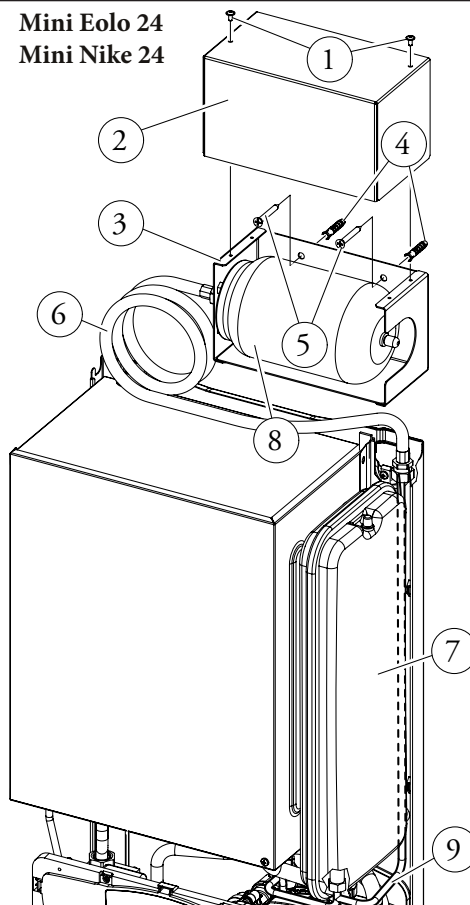

Fig. 5
- **Victrix Superior TOP (Fig. 5):** smontare il tubo che va dal vaso espansione (7) presente in caldaia al gruppo 3 vie. Al suo posto montare il tubo (9) presente nel kit, scegliendo quello adatto al proprio modello di caldaia.